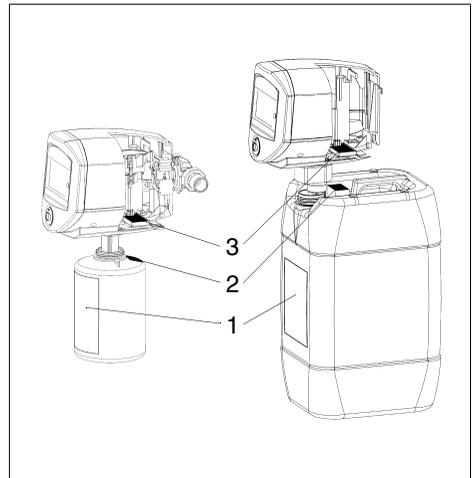

Abb. 23: Montage des Minerallösungsbehälters
- i-dos 10 - 60: Pumpenkopf in die Öffnung des Minerallösungsbehälters einführen und das Pumpengehäuse (3) auf den Minerallösungsbehälter absetzen.
Darauf achten, dass das Etikett (1) des Minerallösungsbehälters nach vorne zeigt (siehe Abb. 23)! So ist gewährleistet, dass der RFID-Transponder (2) auf dem Minerallösungsbehälter vom Schreib-/Lesekopf (3) der Dosierpumpe erkannt wird. Die Dosierpumpe erkennt automatisch den Typ und die Füllmenge der Minerallösung und aktualisiert den Betriebsstatus (siehe Kapitel 5.2.3 „Betriebsstatus“).